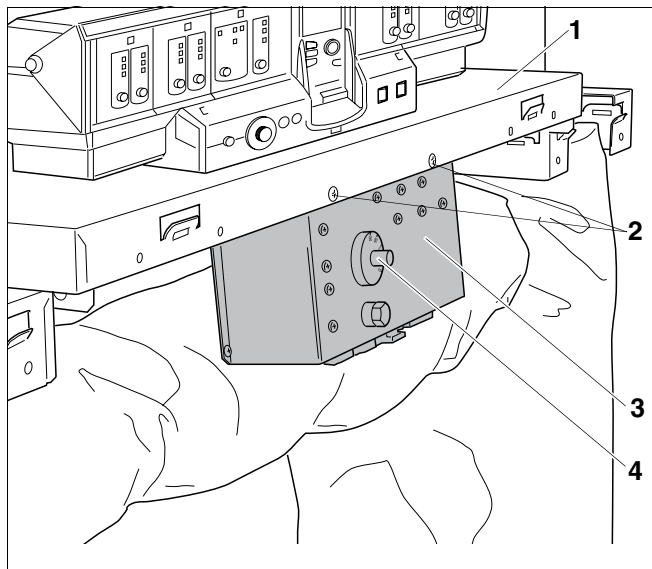

Рис. 63 Дополнительный регулятор НТ 3101
- Закрепить дополнительный регулятор НТ 3101 (рис. 63, **поз. 3**) спереди на передней крышке котла (рис. 63, **поз. 1**) двумя винтами с плоскими головками 3,9 x 9,5 (рис. 63, **поз. 2**).
- Установить нужную температуру на регуляторе температуры (рис. 63, **поз. 4**).